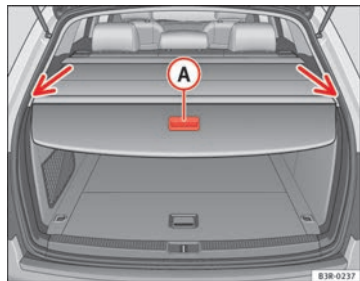

Fig. 120 Portón trasero abierto con bandeja extendida
- Tirando del asa (A) ⇒ fig. 120, extienda de un modo uniforme la cubierta enrollada en dirección a la parte trasera del vehículo.